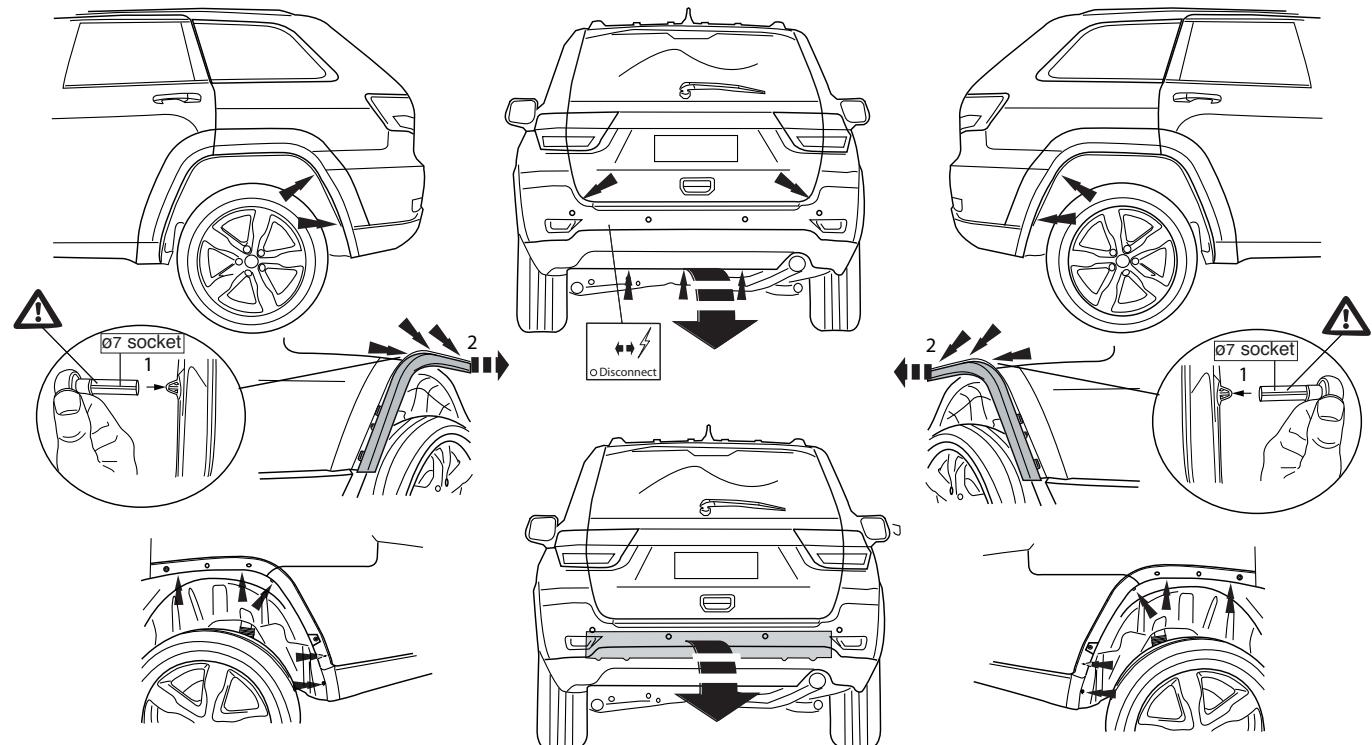

Fig.1
- Снять бампер вместе со стальным буферным бруском автомобиля; буферный брус больше не понадобится. (См. рисунок 1).